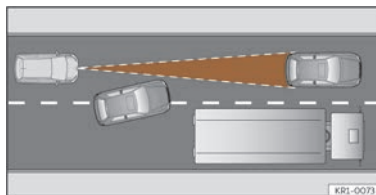

Fig. 122 Veicolo che cambia corsia.
- Veicoli che cambiano corsia sulla quale state circolando a breve distanza dal vostro veicolo >>> **fig. 122**.